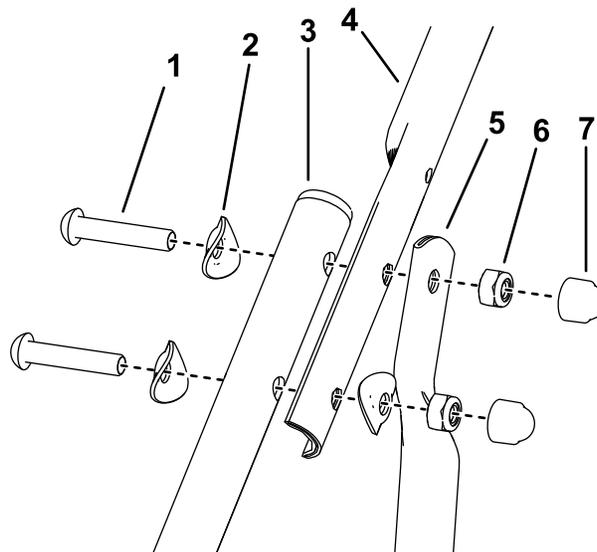

Рисунок 5
4. Установите верхние штанги рукоятки и верхние части подпорок рукоятки на нижние штанги рукоятки с помощью 3 чашеобразных шайб, 2 болтов и 2 шестигранных контргаек на каждой стороне (Рисунок 5).